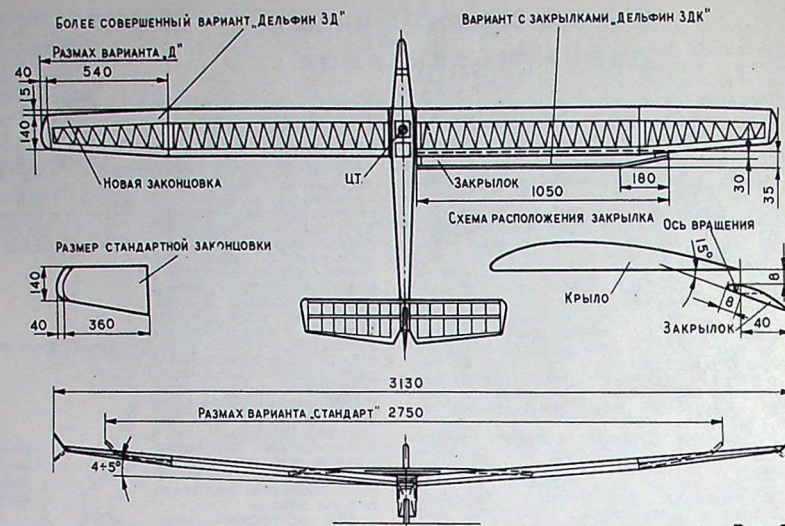

Рис. 3.
вместо 400 мм, рис. 3), причем новые за-
торых фиксируется на оси вращения. В положении, показанном на рис. 3, предкрылок, повышающий кривизну профиля и площадь крыла, максимально увеличивает его подъемную силу и уменьшает скорость снижения модели.
9. В случае отказа двигателя на самолете-буксировщике летчик обязан немедленно отцепить планер и произвести посадку. Планерист действует согласно рис. 3.